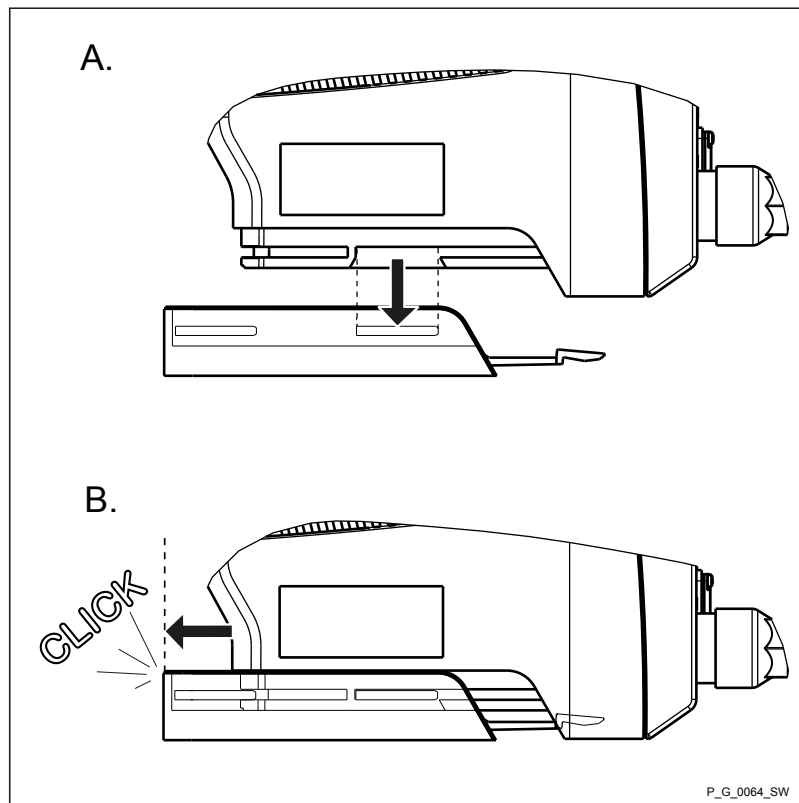

Abb. 8
3. ➔ Die Dosierpumpe mit dem Pumpenfuß in die Montageplatte einrasten - siehe weitere Informationen Abb. 8.